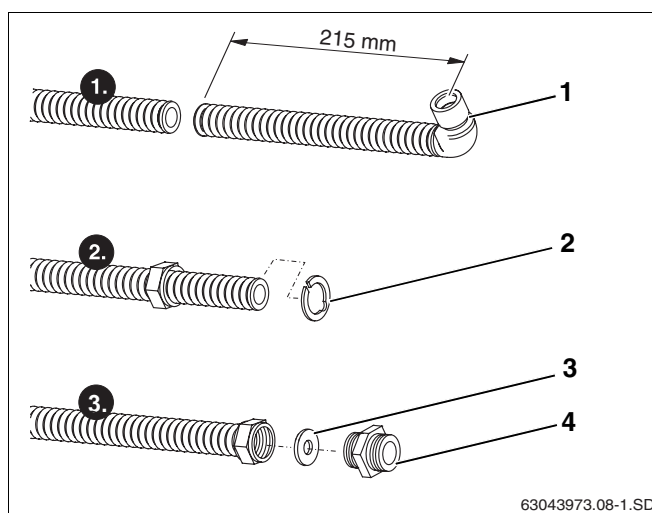

Fig. 39 Acortar el tubo de conexión (representación sin aislamiento)
- ▶ Corte el tubo de conexión a 215 mm desde el centro del codo (fig. 39, **pos. 1**) mediante una herramienta para cortar tubos.
- ▶ Coloque la arandela de sujeción (fig. 39, **pos. 2**) por detrás de la primera onda y apriételas hasta unirlos. La arandela de sujeción ha de asentarse de forma uniforme sobre el collar de la tuerca de racor.
- ▶ Coloque la arandela de carrocería (fig. 39, **pos. 3**) en la tuerca de racor, antes de la superficie del corte del tubo de conexión.
- ▶ Enrosque el casquillo doble (fig. 39, **pos. 4**) firmemente en la tuerca de racor para que se cree una superficie plana de obturación en el tubo de conexión.